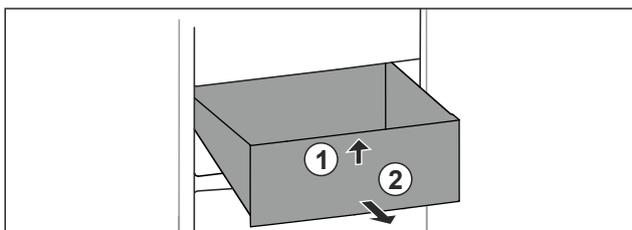

Fig. 105
- ▶ 抬起抽屉前部。 Fig. 105 (1)
- ▶ 朝前取出抽屉。 Fig. 105 (2)